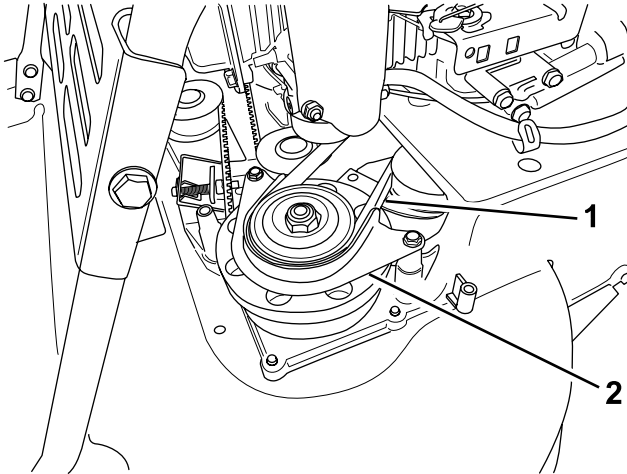

Bild 46
7. Nehmen Sie die Schutzvorrichtung Messerbremsriemens ab (**Bild 46**).